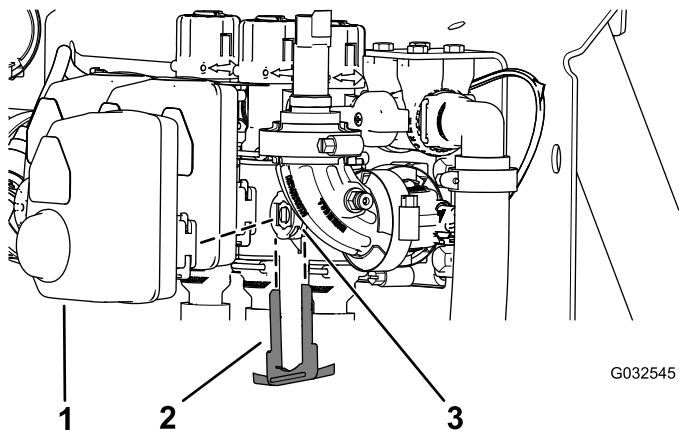

Bild 103
2. Entfernen Sie den Halter, mit dem der Aktuator am Verteilerventil für das Abschnittventil oder das Rührwerkventil befestigt ist (Bild 103).